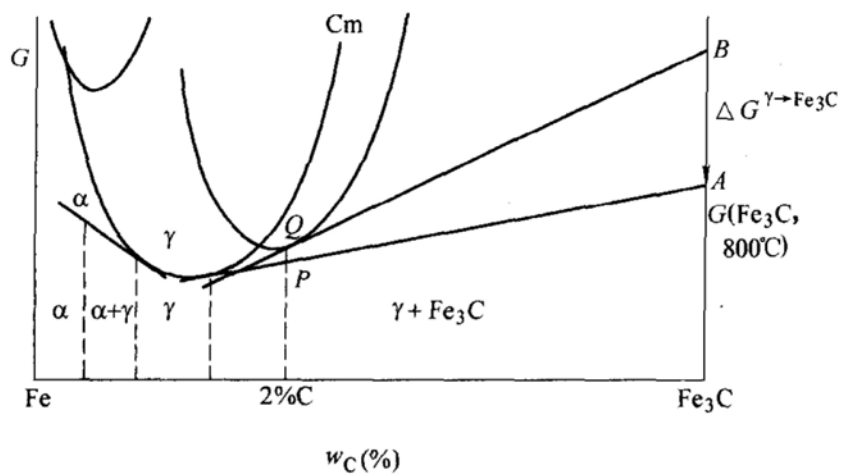

图 4-10 第十三题第 3 小题解答图
①将有不平衡共晶组织出现, 可能发生共晶反应产生 Ld 。
②得到的 P 其片层间距将更为细小。
③析出 Fe_3C_{II} 的量将减少, 甚至完全抑制了 Fe_3C_{II} 的析出。
3. 见图 4-10。 α 、 γ 和 $\gamma + Fe_3C$ 曲线两两相切。当含 C 为 2% 时, 由直线定则, P 点为 $\gamma + Fe_3C$ 两相的自由能, Q 点为 γ 母相的自由能。对于该合金, 肯定析出 Fe_3C 而不会是析出 α 。